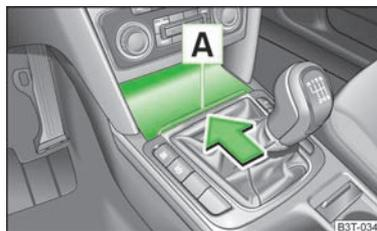

Fig. 91
- Carregue na parte inferior da tampa do compartimento de arrumação, na área [A] » Fig. 91, no sentido da seta. A tampa abre-se.